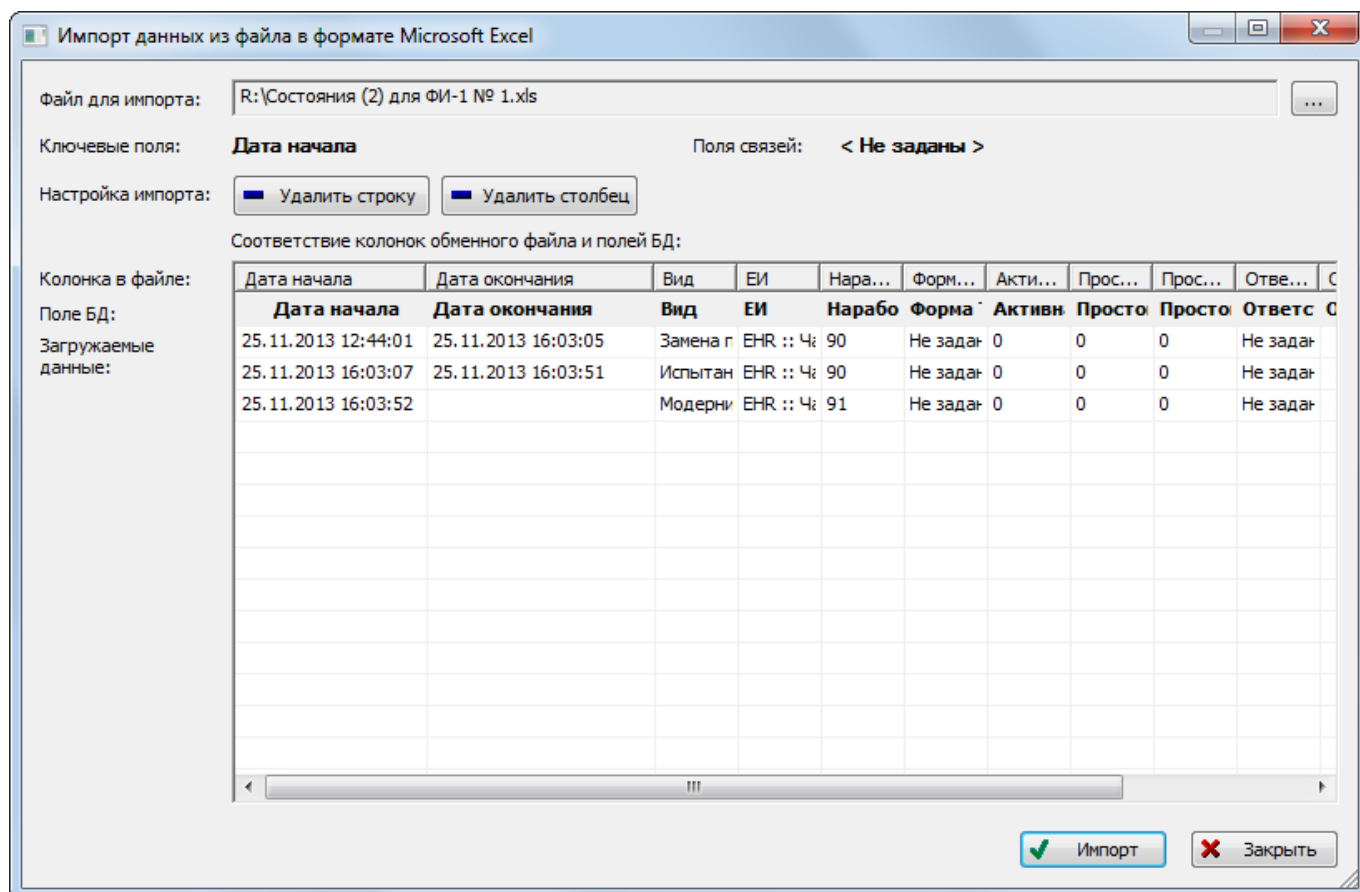

Рис. 28-44 – Окно импорта из файла Excel
Примечание. Уникальность элемента в базе данных определяется по совокупности ключевых полей, которые выводятся в окне импорта из файла Excel, приведенного на рис. 28-44.
5) Диалоговое окно будет закрыто, а данные из обменного файла появятся в окне «Импорт данных из файла в формате Microsoft Excel» (рис. 28-44).